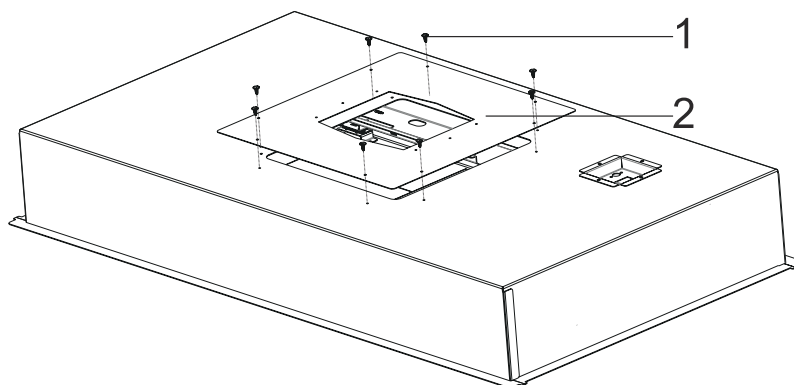

Fig. 25
8. ➔ Placér dækpladen med aftrækshul oven på emhætten og skru den nu fast vha. 3,5 x 9,5 skruer (Fig. 25).